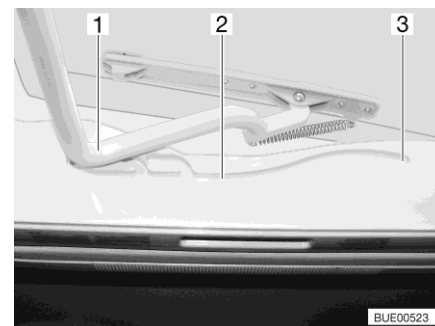

Bild 32 Spår (Heki-taklucka)
- Dra in bygeln (Bild 32,1) i spåren (Bild 32,2) till den bakersta positionen (Bild 32,3).
- Tryck bygeln (Bild 32,1) lätt uppåt med båda händerna.
- Drag bygeln till önskad position i spåret (Bild 32,2).